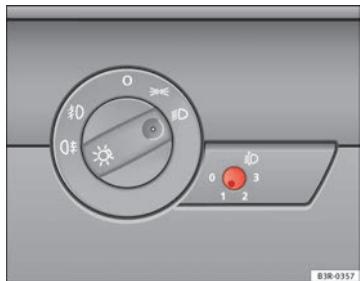

Abb. 89 Leuchtwertenregulierung
- Tippen Sie den Knopf  => Abb. 89 an, um ihn aus seiner Einstellposition auszurasen.